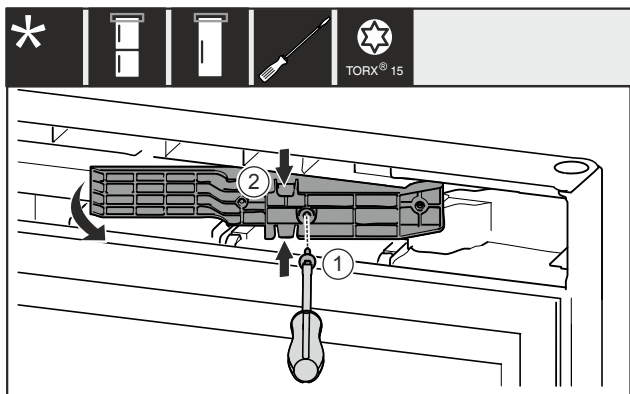

Fig. 16 *
- ▶ Odstráňte skrutku Fig. 16 (1).*
- ▶ Zľahka stlačte adaptér Fig. 16 (2) nahor a nadol a vytiahnite ho.*